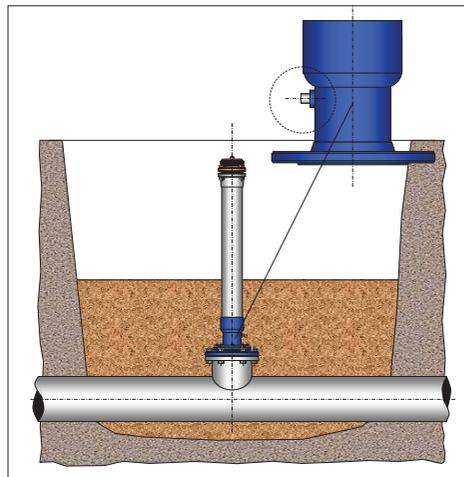

Рис. 4
13. В случае невозможности использования дренажа или отвода воды в водосток сливное отверстие пожарного гидранта должно быть герметично заделано, а воду из корпуса следует откачивать после каждого использования (рис. 4).